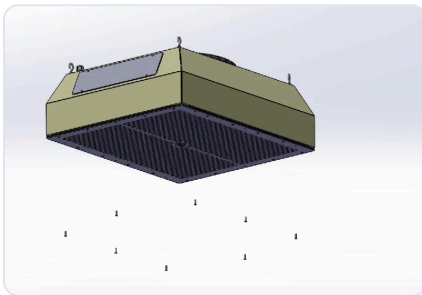

Abb. 3 – Schrauben des Ansauggitters lösen
- 3 Die Befestigungsschrauben am Rand des Ansauggitters lösen, während die zweite Person das Gitter hält (Abb. 3). Schrauben sicher ablegen.